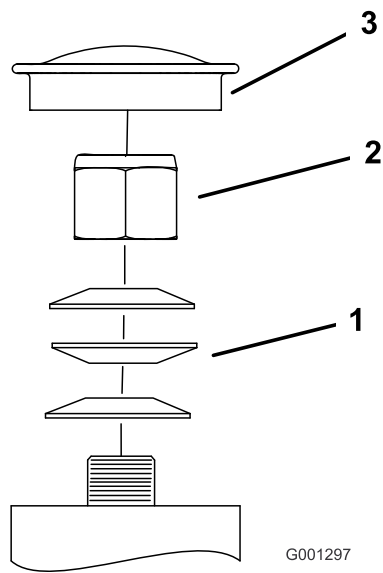

Figura 64
3. Retire el tapón guardapolvo de la rueda giratoria y apriete la contratuerca (Figura 64).
4. Apriete la contratuerca hasta que las arandelas de muelle estén planas, luego afloje la contratuerca 1/4 de vuelta para establecer la pre-carga correcta de los cojinetes (Figura 64).
Importante: Asegúrese de que las arandelas de muelle están correctamente instaladas, según se muestra en Figura 64.
5. Coloque el tapón antipolvo (Figura 64).